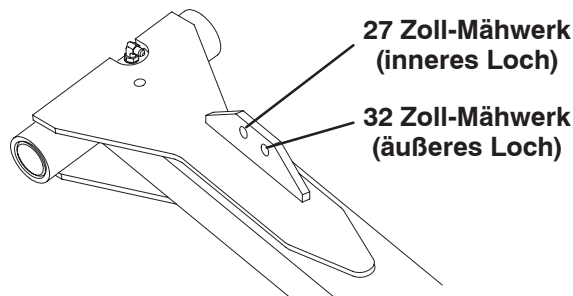

Bild 8
8. Befestigen Sie das andere Ende der Hubkette mit den Lastösenbolzen und den Splints am Loch in der Hubarmbefestigungsnase. Verwenden Sie das entsprechende Loch im Hubarm, siehe Bild 8.